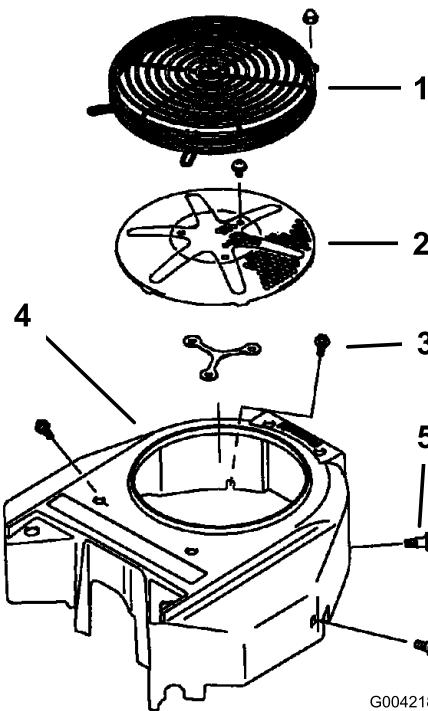

図 62
3. 吸気スクリーンとファン・ハウジングを取り外す(図62)。
5. 吸気スクリーン、スタート、ファン・ハウジングを取り付ける(図62)。